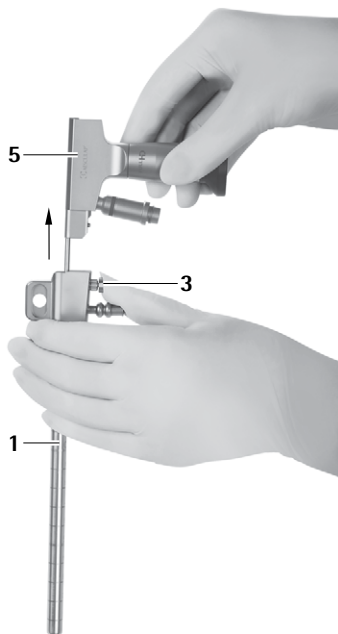

Fig. 8
- Tryck på upplåsningsknappen **3** och dra ut endoskopet **5** ur MINOP InVent-troakaren **1**, se Fig. 8.